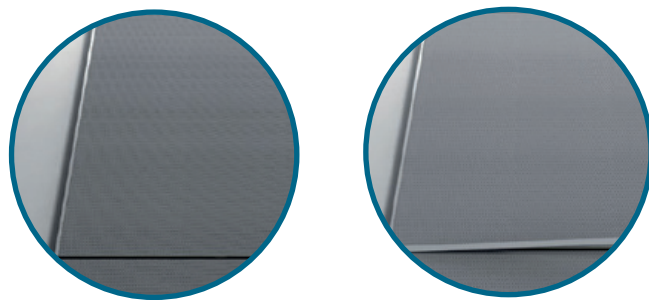

Рис. 8
- 2.3.** Устанавливайте панели последовательно ряд за рядом сверху вниз. Панель должна быть прижата к стене с помощью клипс. В результате смонтированный фрагмент стены должен выглядеть, как на Рис. 8.